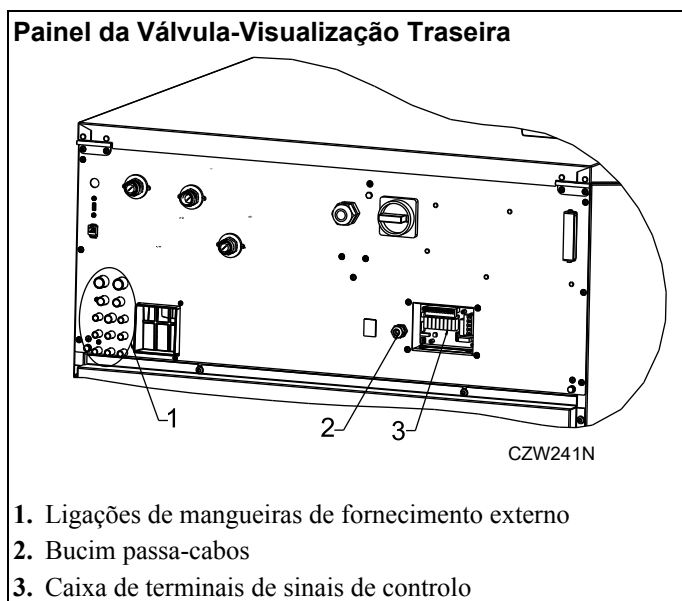

Figura 36
1. De frente para a parte traseira da máquina, localize as oito (8) ligações da mangueira de alimentação de 8 mm [5/16 polegadas] que se encontram do lado esquerdo do painel de válvulas. Consulte *Figura 36*
A ligação eléctrica para os sinais de controlo de alimentação (se utilizada) está disponível no painel traseiro. Consulte *Figura 36*. Na caixa de terminais, existe uma etiqueta para a ligação eléctrica.
Esta função pode ser ativada por um contacto exterior ligado entre os pinos ↑ e ↓. Ver *Figura 36*. Esta ligação é possível apenas com máquinas que tenham sido encomendadas com a opção "Atraso de aquecimento / À espera de detergente."